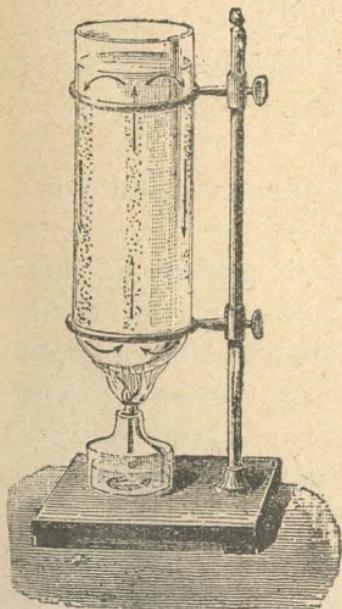

Fig. 88.—Movimiento de un líquido calentado.
**Aplicaciones.** — Los líquidos no se calientan sino por corrientes; las capas inferiores, volviéndose más livianas al calentarse, suben á la superficie, mientras que las capas frías bajan al fondo del vaso (fig. 88). Una causa análoga produce las corrientes marinas.